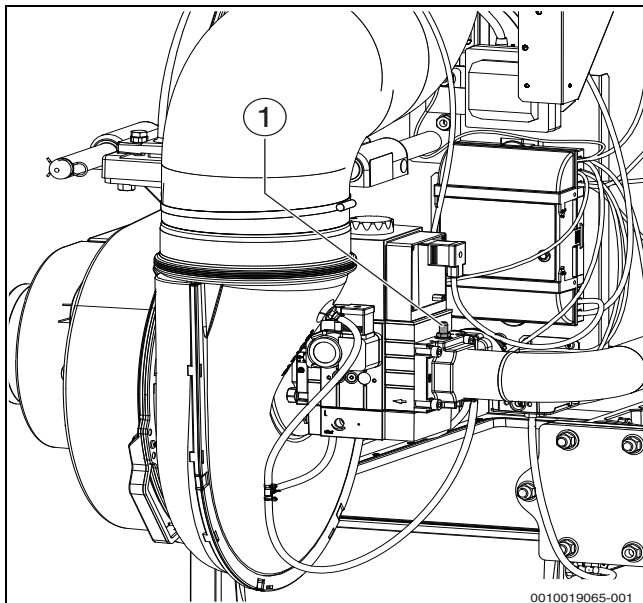

Рис. 21 Удаление воздуха из газопровода
- ▶ Отверните на 2 оборота запорный винт контрольного ниппеля, предназначенного для измерения давления и выпуска воздуха (→ рис. 21, [1], стр. 25).